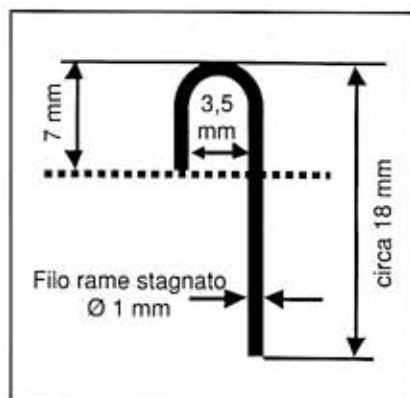

Fig. 9 - Induttanze L12-L13. Sagomatura a «J» prima del montaggio sul circuito stampato. Il piano di quest'ultimo è indicato dal segmento tratteggiato.
Le bobine L12, L13 del filtro F3 sono invece realizzate in filo di rame stagnato o argentato da 1 mm di diametro come da fig. 9: il filo è sagomato come una «J» su un tondino di ferro ed è quindi tagliato a misura: il lato più lungo è inserito nel foro previsto sul circuito stampato. Si salda prima dal lato corto contro la piazzuola dello stampato, poi si piega contro il piano di massa l'altro terminale passante e si procede alla saldatura prima dal lato massa e poi dal lato microstrip. L'operazione di saldatura di L12, L13 descritta deve essere eseguita solo in sequenza ad altre operazioni come indicato nel paragrafo seguente.
Anche L9 del circuito «idler» è sagomata a «J» come da fig. 9, ma con dimensioni diverse: altezza = 7 mm, diametro interno = 5 mm, diametro del filo (argentato) = 0.5 mm.
F) - Si inseriscono e si saldano L12 ed L13 del filtro F3 (vedasi paragrafo 3 e fig.9). Si saldano le due bandelle, precedentemente sagomate come da fig.10, per la realizzazione di C5, C6: la spaziatura con le microstrip L3, L4 sarà regolata come indicato al punto O).